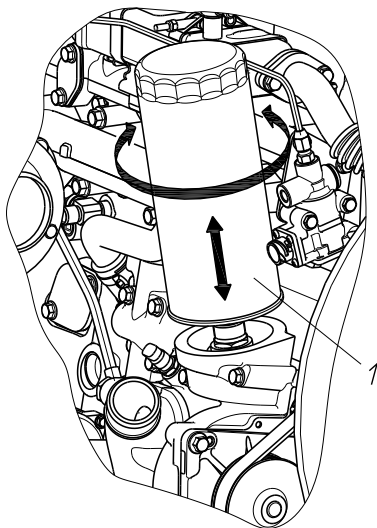

Рисунок 40 – Снятие и установка сменного масляного фильтра:
2. Отвернуть сменный масляный фильтр 1 (рисунок 40) от корпуса сервисного модуля.